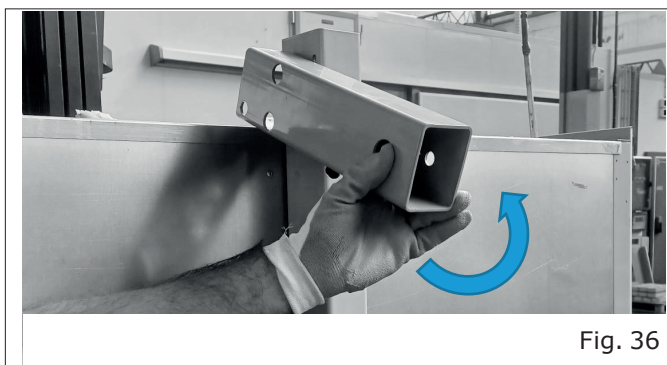
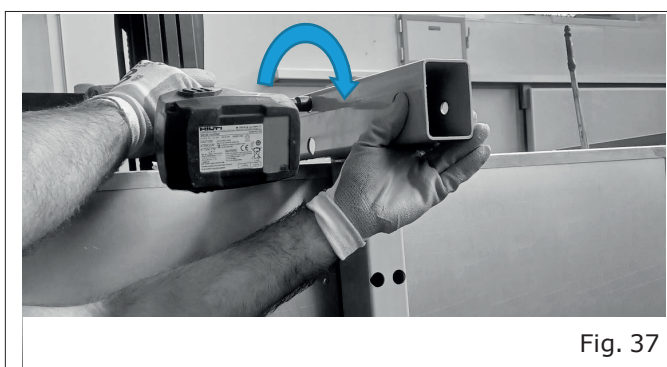

Fig. 36
Fig. 37
- Ruotare il longherone appena staccato posizionandolo come in figura ("Fig. 36") e fissarlo nuovamente al montante ("Fig. 37").